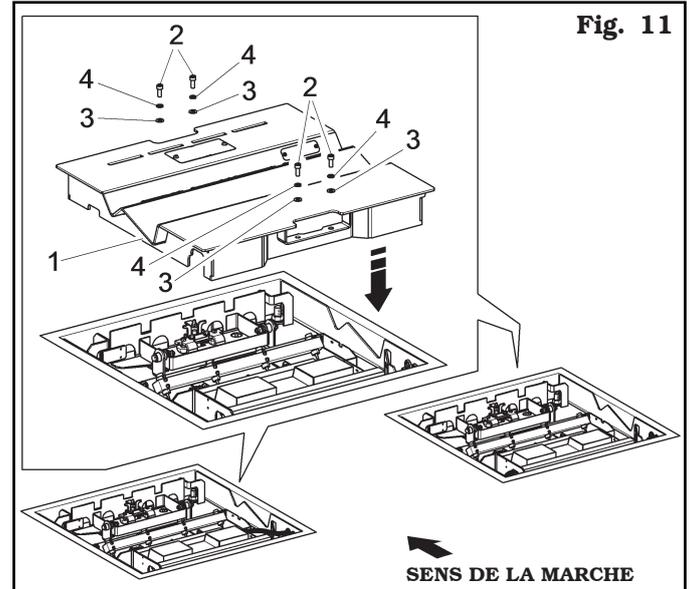

Fig. 11
8. Enfin, montez les couvertures (**Fig. 11 réf. 1**) des plateformes en suivant le correct positionnement D - G, avec les vis (M8) (**Fig. 11 réf. 2**) et les rondelles (D8) (**Fig. 11 réf. 3-4**), fournies en dotation.